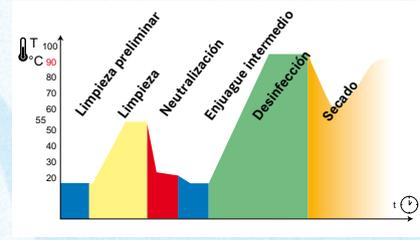

Fig. 2 Ejecución de programa esquemático del programa Vario TD
5. Accionamiento del programa Vario TD o programa universal (ejecución de programa esquemático – ver fig. 2) incluyendo la desinfección térmica. La desinfección térmica se efectúa en máquina (al menos 5 minutos a 90 °C o valor $A_0 \geq 3000$)